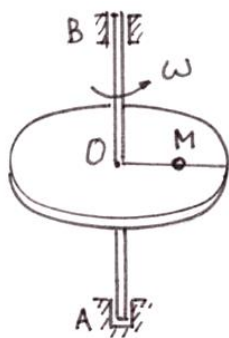

Рисунок 1
- 9 Диск вращается вокруг вертикальной оси с угловой скоростью ω (рисунок 1). На диске на расстоянии OM от оси вращения в состоянии относительного равновесия находится материальная точка массой m . При каком значении угловой скорости диска относительное равновесие будет нарушено, если коэффициент трения $f = 0,16$; $OM = 0,1$ м; $g = 10$ м/с².